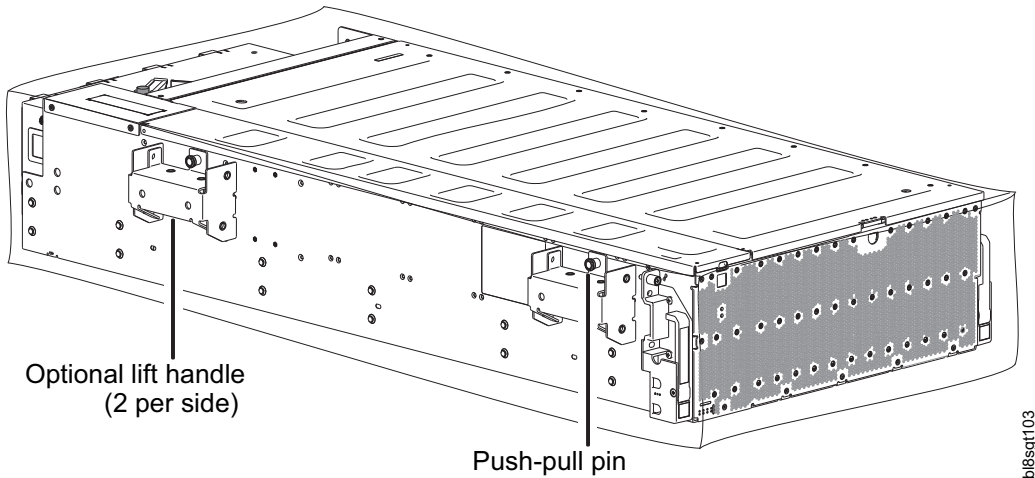

Figure 24. Déballage du modèle 106 à l'aide des poignées de levage
- >> Voir la figure 24, à la page 31 et la MISE EN GARDE au-dessus et en dessous de l'illustration.